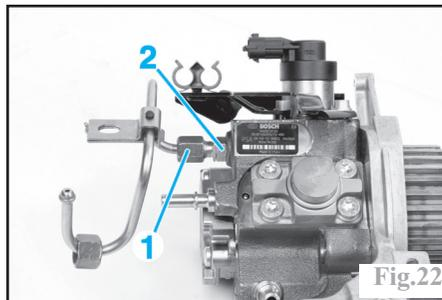

Fig.22
Dévisser le tuyau (1) (Fig.22) tout en maintenant le raccord (2).